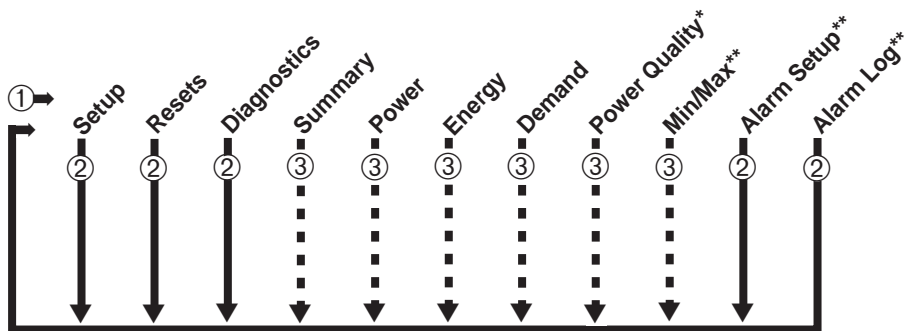

Figura 7-1: Desplazamiento por los parámetros de la unidad
Para acceder a un modo, vea la figura 7-1 y siga estos pasos:
1. Oprima el botón *Mode* hasta que aparezca el modo deseado (①, figura 7-1).
3. Para seleccionar el modo Setup, Resets, Diagnostics, Alarm Log\*\* o Alarm Setup\*\*, oprima el botón *Select* para seleccionar un campo (②) y desplazarse por las pantallas en ese modo.